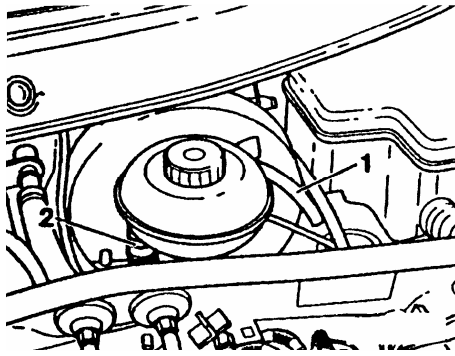

图 13-83 拆卸供液软管和传感器插头
- (1) 将排放瓶软管接到左前制动钳排气螺栓上并打开。
- (2) 踏下制动踏板，尽量排出制动液。拧上左前排气螺栓。注意溢出的制动液不能再次使用。
- (3) 如图 13-83 所示，拔下离合器总泵供液软管并用塞子堵住。拔下浮子指示传感器插头。